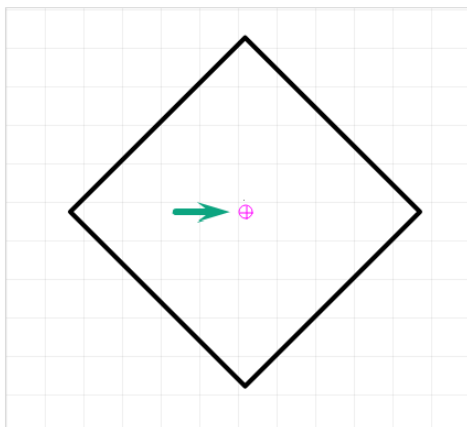

Рис. 441 Указание центра объекта
3. Наведите курсор на центр выбранного объекта, зафиксируйте начало размещения центральной линии кликом левой кнопки мыши, см. Рис. 441.